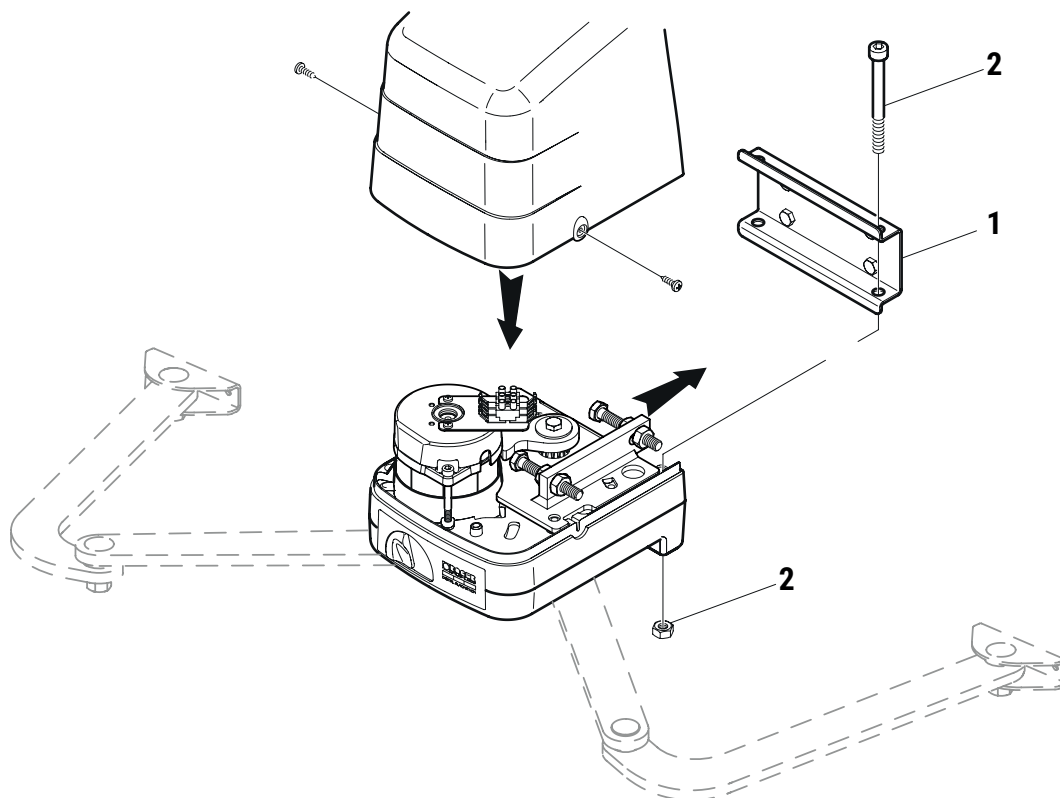

Fig. 1
- El motor con brazos articulados de la serie BH23 puede instalarse indistintamente a la derecha o a la izquierda, orientándolo como se muestra en la fig. 1.
- Fije el motor BH23 al soporte trasero KT209 con los tornillos suministrados, como se muestra en la fig. 1.
- Der Motor mit Gelenkarmen Baureihe BH23 kann sowohl rechts als auch links installiert werden und ist wie in Abb. 1 gezeigt auszurichten.
- Den Motor BH23 am hinteren Bügel KT209 mit den im Lieferumfang enthaltenen Schrauben befestigen, wie in Abb. 1 gezeigt.
- O motor com braços articulados série BH23 pode ser instalado tanto à direita ou à esquerda, orientando-o conforme mostrado na fig. 1.
- Fixe o motor BH23 ao suporte traseiro KT209 com os parafusos fornecidos conforme indicado na fig. 1.